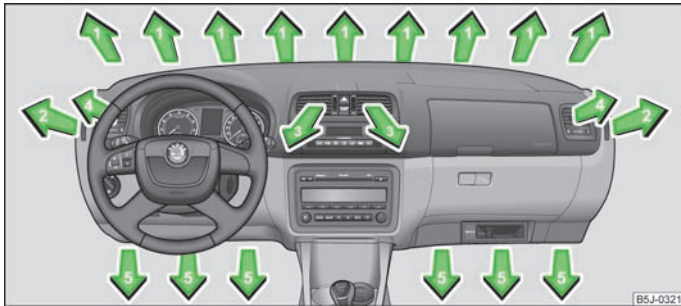
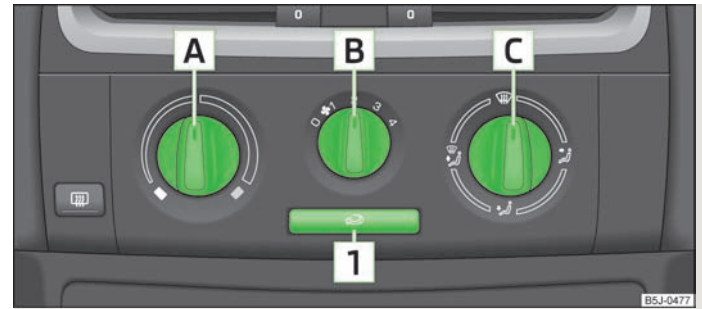

Abb. 74 Luftaustrittsdüsen
Abb. 75 Heizung: Bedienelemente
➤ Das senkrechte Rad (Luftaustrittsdüsen 3) » Abb. 74 bzw. das waagerechte Rad (Luftaustrittsdüsen 4) in die Stellung \curvearrowright drehen.
➤ Das senkrechte Rad (Luftaustrittsdüsen 3) » Abb. 74 bzw. das waagerechte Rad (Luftaustrittsdüsen 4) in die Stellung 0 drehen.
- Die waagerechten Lamellen mithilfe des verschiebbaren Verstellers schwenken, um die Höhe der Luftströmung zu ändern » Abb. 74.
Die Luftzufuhr für die einzelnen Luftaustrittsdüsen mit dem Luftverteilungsregler [C] » Abb. 75 einstellen. Die Luftaustrittsdüsen 3 » Abb. 74 und 4 können einzeln geschlossen und geöffnet werden.
- Den Drehregler [A] » Abb. 75 nach rechts drehen, um die Temperatur zu erhöhen.
- Den Gebläseschalter [B] » Abb. 75 in eine der Positionen 1 bis 4 drehen, um das Gebläse einzuschalten.
- Mit dem Luftverteilungsregler [C] » Abb. 75 wird die Richtung des Luftaustritts geregelt » Seite 75.
Alle Bedienelemente, außer dem Gebläseschalter [B] » Abb. 75, können auf jede beliebige Zwischenstellung eingestellt werden.
- Bedienelemente **A** » Abb. 75, **B**, **C** und die Taste **1**.
- Die Taste **1** » Abb. 75 drücken, in der Taste leuchtet die Kontrollleuchte auf.
- Die Taste **1** » Abb. 75 erneut drücken, die Kontrollleuchte in der Taste erlischt.
Wenn der Luftverteilungsregler **C** » Abb. 75 in der Position  steht, wird der Umluftbetrieb automatisch ausgeschaltet. Durch wiederholtes Drücken der Taste **1** kann auch in dieser Stellung der Umluftbetrieb wieder eingeschaltet werden. ▶